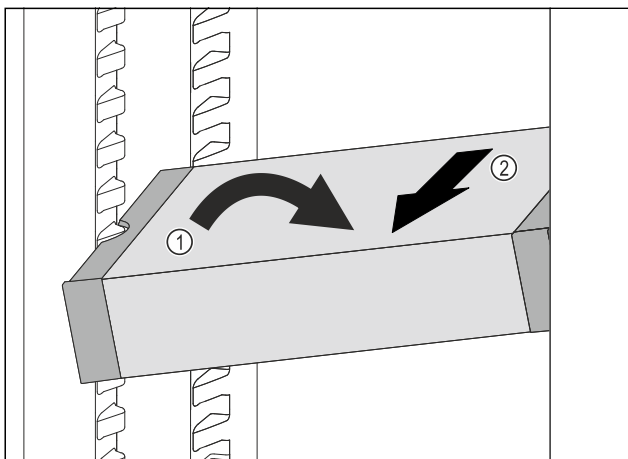

Fig. 88
- ▶ Наклонете VarioSafe в хладилната част. Fig. 88 (1)
- ▶ Извадете VarioSafe напред. Fig. 88 (2)